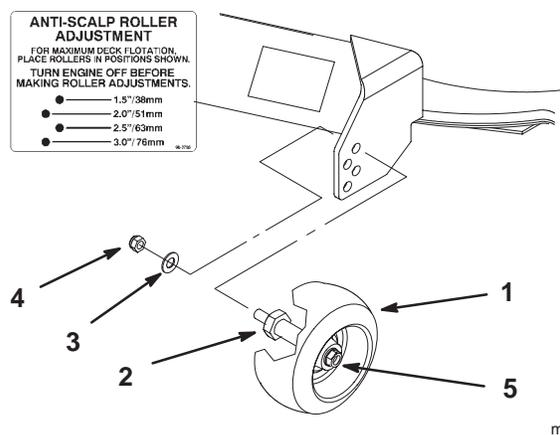

Figure 20
2. Lorsque la hauteur de coupe est réglée, retirez l'écrou à collerette et la rondelle élastique tout en maintenant le goujon avec une clé (Fig. 20).
**Remarque :** N'enlevez pas l'écrou et la rondelle de roue (Fig. 20).
3. Choisissez le trou pour que la roue de jauge se trouve le plus près possible de la hauteur de coupe correspondante voulue (Fig. 20).
4. Remettez l'écrou à collerette et la rondelle élastique (Fig. 20).